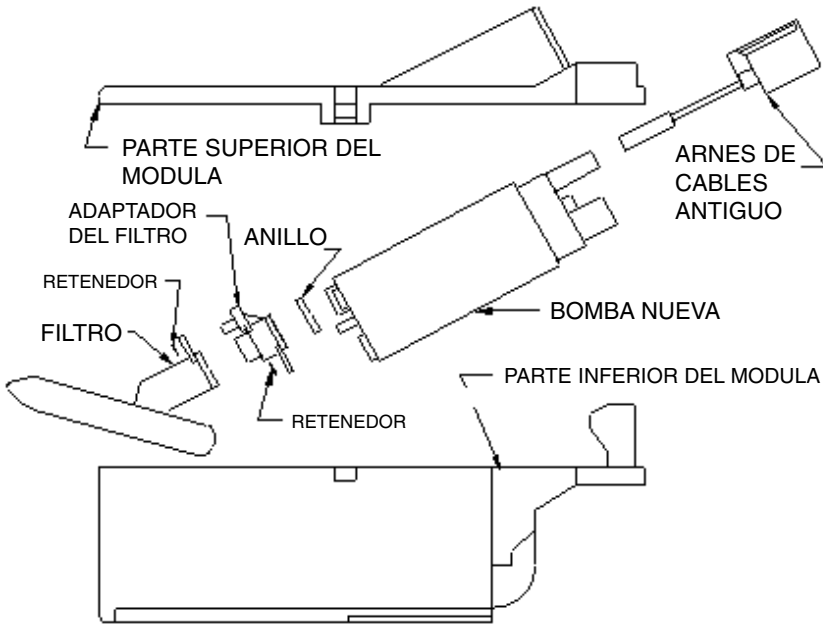

Figura 4
23. Coloque el anillo metálico de expansión en el adaptador del filtro. Vea la figura 4.